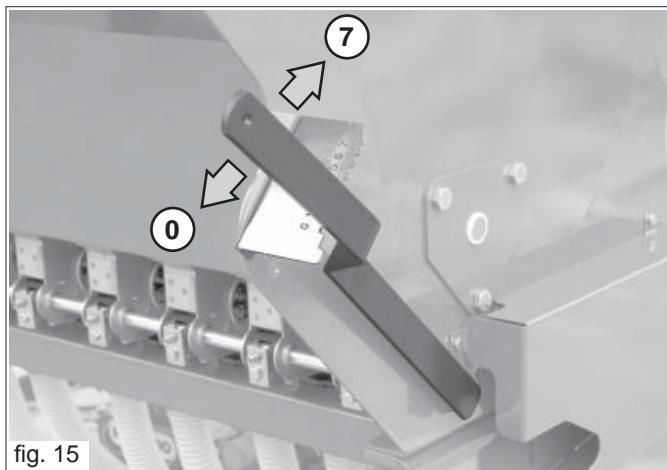

fig. 15
Der Einstellhebel der Abtaster (Abb. 15) befindet sich rechts auf der Maschine mit einer Regelskala von 1 bis 7. Je nach Art des Saatgutes muß der Hebel auf die in der Saatgutabelle angegebene Zahl eingestellt werden. Den Hebel des beweglichen Anschlags (rechts vom Trichter) auf die Meßleiste mit 7 Positionen stellen (Abb. 15):
- 1) Den Hebel (Abb. 15) auf die Position «0» stellen;